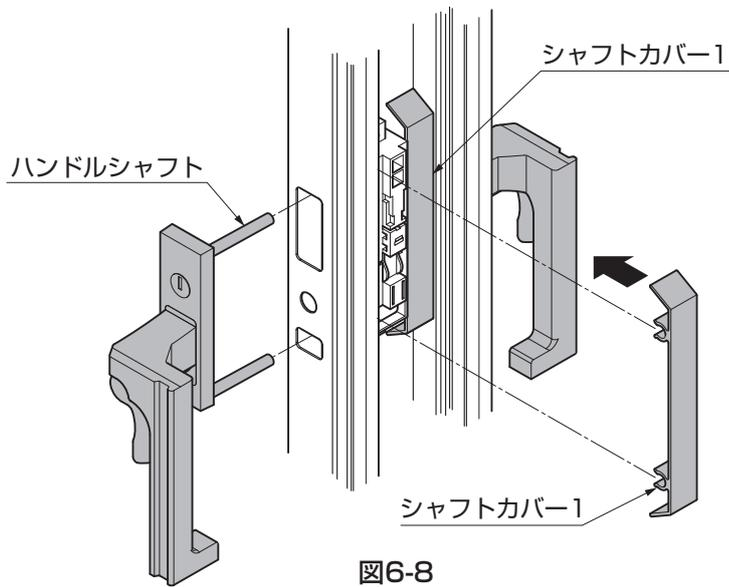

図6-8
- ①シャフトカバー1を先に入れてから錠のハンドルシャフトを挿入してください。(図6-8、図6-9参照)